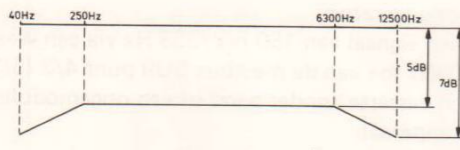

Fig. 12
- Bij het afspelen van testcassette TC-QFR moeten de frekwenties tussen 40 Hz en 12.500 Hz binnen de grafiek van Fig. 12 liggen (in stand "CrO₂").